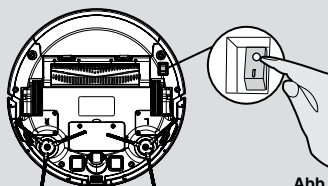

Abb. 9
Schalten Sie den Saugroboter mit dem Ein/Aus-Schalter unten ( I ) ein. **[Abb. 9]** Stellen Sie ihn vor der Ladestation ab.
1. Drücken Sie den EIN/AUS-Schalter unteren auf dem Roboter. **[Abb. 9]**